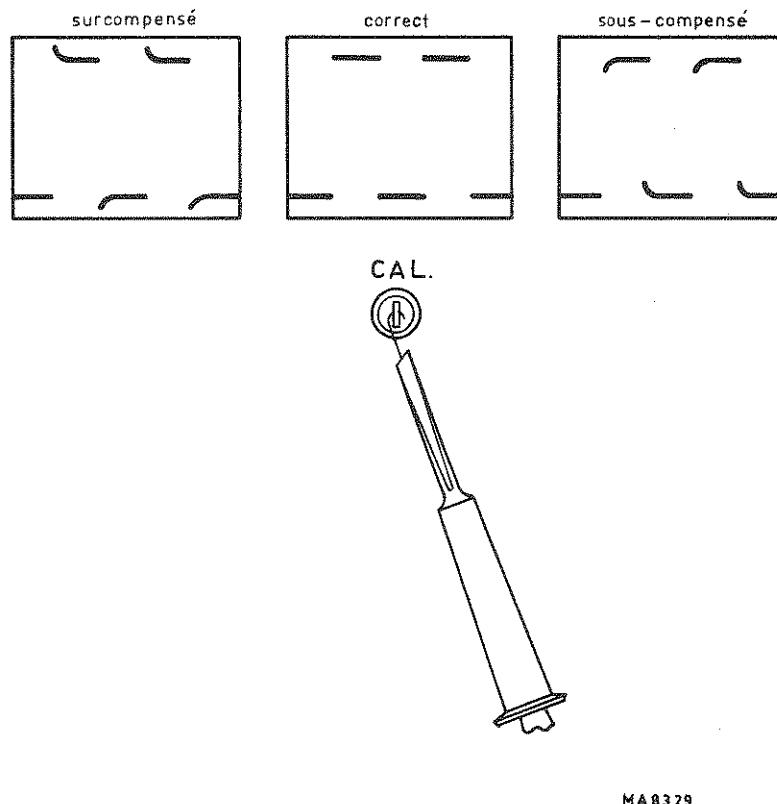

Fig. 2.3. Ajustage d'une sonde atténuatrice
Pour un réglage correct, on peut utiliser la prise de sortie CAL (voir figure 2.3.).
- Introduire un petit tournevis par l'ouverture de la boîte de compensation et ajuster le trimmer afin d'obtenir un affichage correct comme illustré à la figure 2.3.